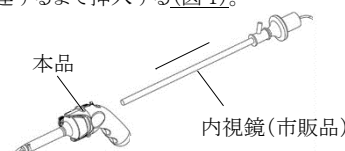

図 1
- (1) 本品を滅菌包装から取り出す。
- (2) オブチュレータとカニューレを組み立てる。
- (3) 内視鏡(本申請外)を使用する場合は、直視型(視野方向 0°)内視鏡を製造元の指示通りの方法で光源(本申請外)とモニター(本申請外)に接続する。内視鏡との接続を確かめ、モニターの像がはっきりしていることを確認する。
- (4) 内視鏡(本申請外)をオブチュレータの手前の挿入口から入れ、最先端に達するまで挿入する(図 1)。